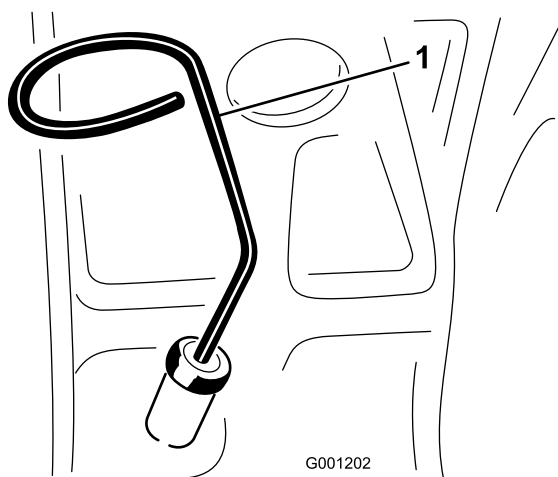

図 22
2. ディップスティック(図 22)を抜き取り、付いているオイルをウェスで拭きとつてもう一度差し込む。引き抜いて油量を点検する。FULL位置まであればよい。